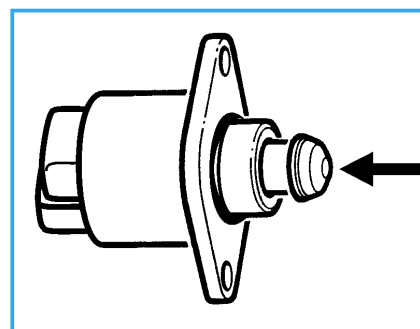

Fig. 3 Moteur pas à pas
Instructions : le cône de réglage (flèche), fig.3 du moteur pas à pas ne doit pas être retirée du boîtier ou de la barre filetée.
- Au bout du cône de réglage (flèche), fig. 3, exercer une légère pression axiale avec le pouce puis éteindre le contact.